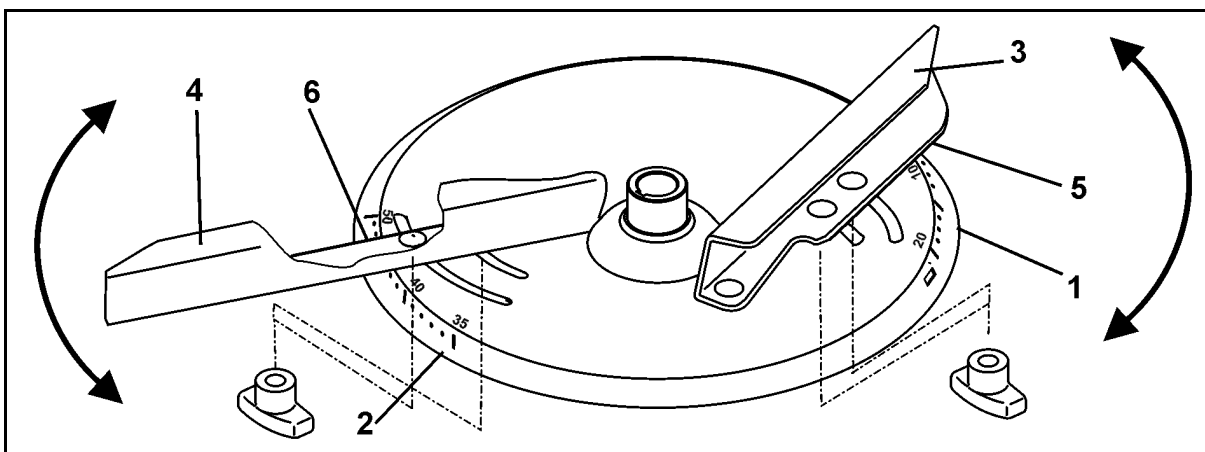

Fig. 62
For at sikre en nøjagtig indstilling af de enkelte spredeskivstillinger uden brug af værktøj er der placeret to forskellige skalaer (Fig. 62/1 og Fig. 62/2), som ikke kan forveksles, på hver spredeskive.
- Den korteste spredeskiv (Fig. 62/3) har en skala (Fig. 62/1) med værdier fra 5 til 28, og den længste spredeskiv (Fig. 62/4) en skala (Fig. 62/2) med værdierne 35 til 55.
- Aflæs indstillingsværdien for den korte spredeskiv (Fig. 62/3) på aflæsningskanten (Fig. 62/5).
- Aflæs indstillingsværdien for den lange spredeskiv (Fig. 62/4) på aflæsningskanten (Fig. 62/6).
- Når spredeskivene drejes til en højere talværdi på skalaen (Fig. 62/1 el. Fig. 62/2), bliver arbejdsbredden større.